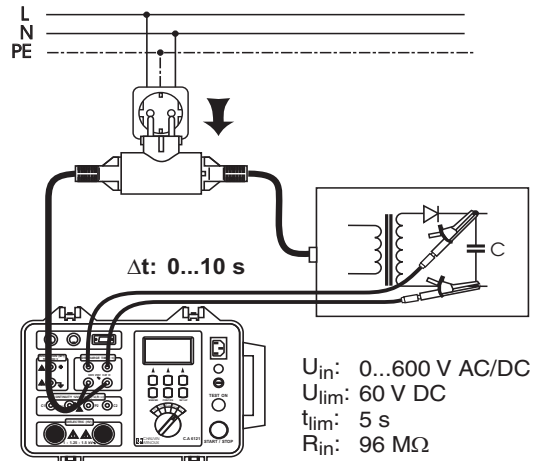

Fig.26. Connexion des câbles de test
3. Connectez les câbles de test à l'instrument et à l'appareil testé conformément à la figure 26 ; le symbole  s'affiche au-dessus de l'unité S, informant ainsi l'opérateur que la tension secteur est connectée à l'entrée MAINS TEST.